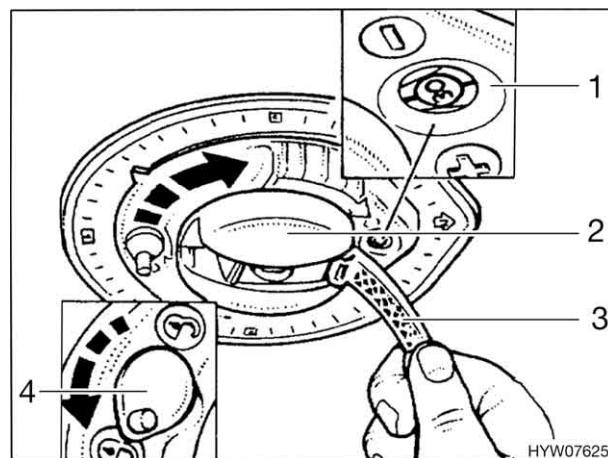

Fig. 22 Regolazione dell'angolo di inclinazione
- Ruotare eventualmente il bloccaggio (Fig. 22,4) del dispositivo di rilevamento in posizione "🔒".
- Ribaltare la maniglia (Fig. 22,3) della manovella (Fig. 22,2).
- Girare la manovella in senso orario servendosi della maniglia finché nella finestra di controllo (Fig. 22,1) è visibile il grado di inclinazione rilevato.
- Girare la manovella in senso antiorario servendosi della maniglia finché nella finestra di controllo (Fig. 22,1) non è visibile una casa nera "". Quando l'antenna è completamente abbassata si incontra resistenza.